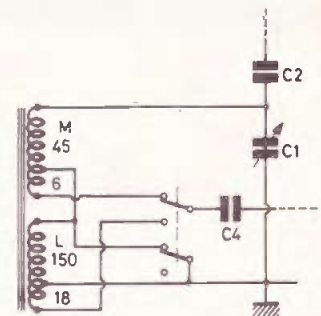

Fig. 5
Pour le bâtonnet d'antenne, la solution la plus simple consiste à le récupérer, avec son condensateur variable, sur un récepteur par ailleurs hors d'usage. En général, ces bâtonnets portent deux bobines, pour les deux gammes d'onde. La figure 5 montre comment on peut, à l'aide d'un inverseur double, effectuer la commutation entre la gamme des ondes moyennes (M) ou « petites ondes » et celle des ondes longues (L) ou « grandes ondes ». Les chiffres inscrits à côté des enroulements, dans la figure 5, indiquent les nombres de spires valables pour un bâtonnet de 15 à 20 cm et pour un condensateur variable C_1 , d'une valeur nominale comprise entre 400 et 500 pF. Ces nombres sont à multiplier par 1,3, si cette capacité est comprise entre 280 et 350 pF, alors qu'on coefficient de multiplication de 1,5 correspondrait à une capacité nominale de 180 à 250 pF. Pour l'enroulement M, on a avantage à utiliser du fil divisé (au moins 10 brins), alors qu'un fil émaillé de 0,1 à 0,18 mm de diamètre convient pour l'enroulement L.